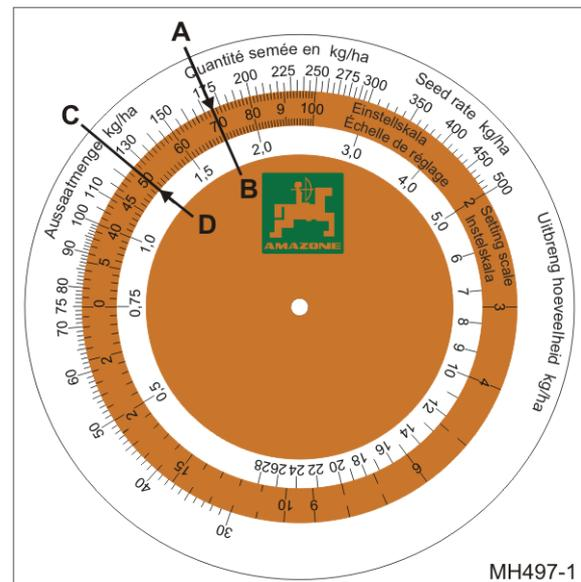

Fig. 128
- o errechnete Saatmenge 175 kg/ha (Fig. 128/A)
- o Getriebe-Einstellwert 70 (Fig. 128/B).
- o gewünschte Saatmenge 125 kg/ha (Fig. 128/C)
- o Getriebe-Einstellwert 50 (Fig. 128/D).